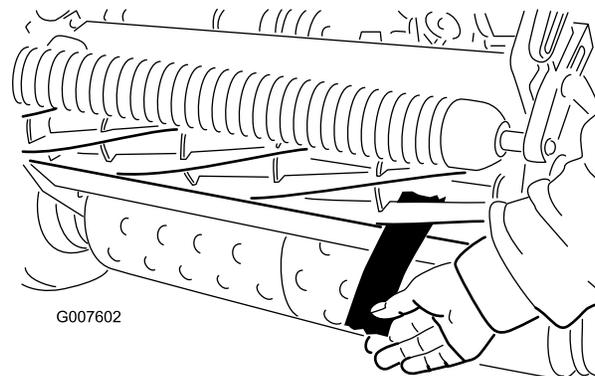

図 40
6. 両側の調整ができれば最終確認を行う：紙片をリールの前から差し込んだ時にははさむだけ、下から差し込むと切れるのが正しい調整である（図 40）。リールと下刃のごくわずかの接触で紙が切れなければいけない。接触を強くしないと切れない（リール回転トルクが0.08 kg.m以上）場合には、鋭利な刃先を取り戻して精密なカットができるようにバックラップか研磨を行うことが必要（Toro研磨マニュアルを参照。）
4. リール前面の左右いずれかの端を選び、リールと下刃の間に、長く切った新聞紙片を差し入れる（図 40）。リールをゆっくり前回転させながら下刃調整ネジを締める（新聞紙を入れた側の調整ネジを、1目盛りづ